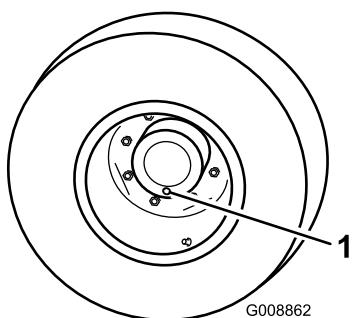

Figure 105
1. Placez la machine sur une surface plane et horizontale et tournez une roue de sorte que l'un des bouchons de contrôle se trouve à la position la plus basse (6 heures) (Figure 105).